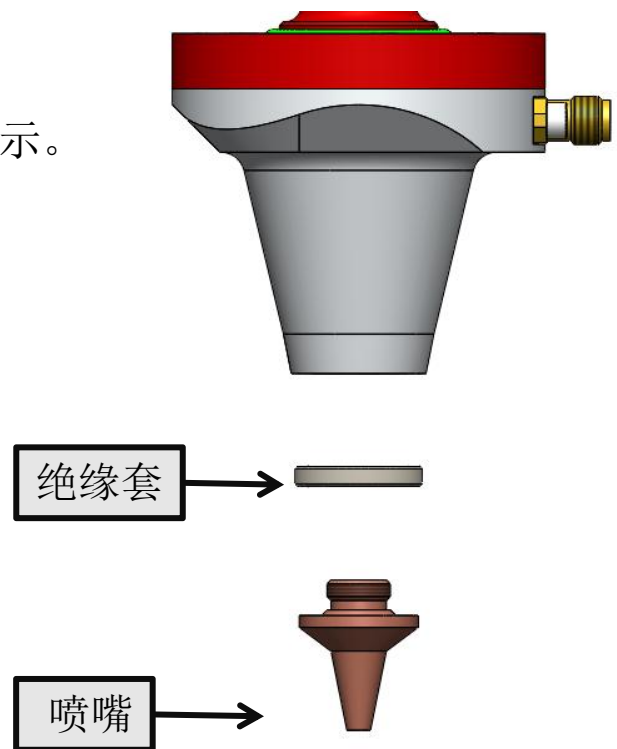

图5.7
- ① 切割工作时应使用干燥、纯净的辅助气体。气体中含水、油等杂质时工作间隙会发生突变，甚至造成传感器工作失常。建议使用高纯氧气，同时配置气体干燥器、油水分离器等装置。
- ② 传感器污损后要予以清洁。要用干净、干燥的棉布等清洁，不要用液体清洗切割头及陶瓷，清洁后要正确连接装配。
- ③ 陶瓷体损坏后可以更换。更换后要与放大器一起通过复位操作对电气系统进行初始化。
- ④ 切割嘴的形状、尺寸都直接影响传感器的特性。因此必须使用规定的切割嘴。
① 逆时针旋转拆下喷嘴，如图5.7所示。